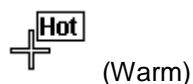

Bild 11 Cursor des heißesten Punktes
- 3) Liste der Mess-Punkte (Max. 10 / Bild 11). Die Liste zeigt die Messpunkte mit Pixel-Position, Differenz-Temperatur zwischen den beiden Cursors (1 und 2). Sie zeigt ebenfalls den heißesten und kältesten Punkt, deren Differenzwert und die Mittelwert-Temperatur des Bildes an. Ebenfalls werden Maximal-, Minimal und Mittelwert-Temperatur eines Bildausschnittes angezeigt (wenn Sie vorher aus dem View-Menü einen Bildausschnitt angewählt haben).